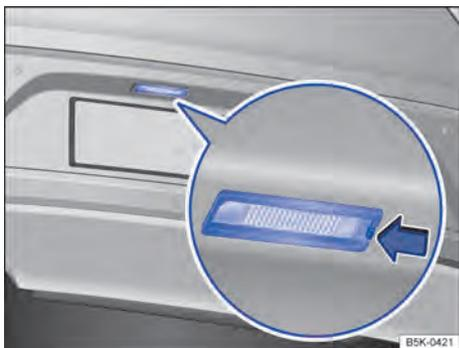

Fig. 210 No para-choque traseiro: lanterna da placa de licença.
2.	Pressionar a lingueta da lanterna da placa de licença no sentido da seta → Fig. 210.